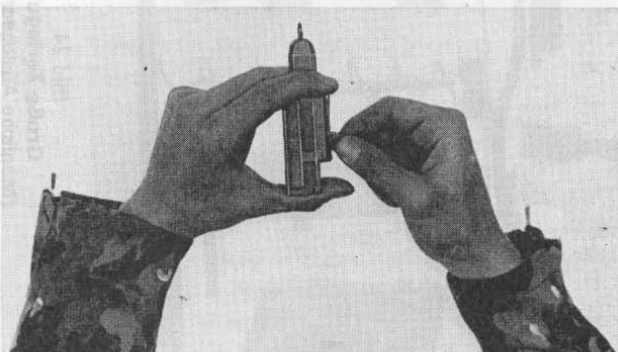

Bild 26
- Zündvorrichtung ausbauen (Bild 26)